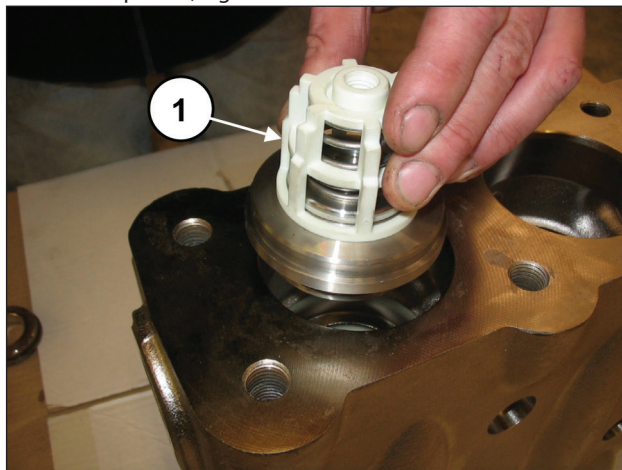

Fig. 107
Introducir el grupo de la válvula de envío (pos. ①, Fig. 107).